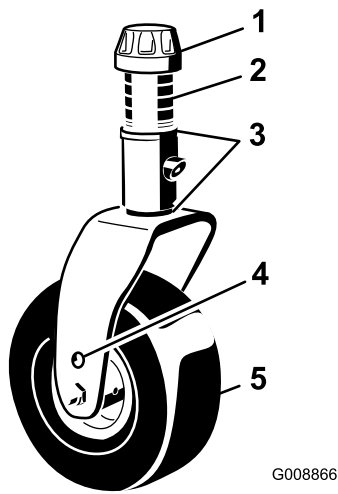

Figure 16
- Enlevez le chapeau de tension de l'axe de pivot (Figure 16) et sortez l'axe du bras pivotant. Remplacez les 2 cales (3 mm [1/8]) sur l'axe de pivot comme à l'origine. Elles sont requises pour que les tabliers de coupe soient parfaitement de niveau sur toute la largeur. Placez le nombre requis d'entretoises de 13 mm (0,5 po) sur l'axe de pivot pour obtenir la hauteur de coupe voulue, puis ajoutez la rondelle.